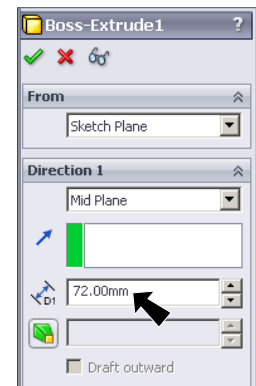

Fig. 15
Step 2. Change **Depth**  to 72 click OK , Fig. 15.